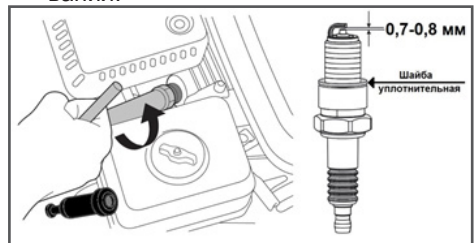

Рис. 24 Обслуживание свечи зажигания
4. Измерьте зазор между электродами свечи зажигания специальным щупом. Зазор должен быть $0,7-0,8$ мм (Рис. 24). При увеличении или уменьшении требуемого зазора, рекомендуется заменить свечу, так как регулировка зазора может привести к изменению качества искрообразования.